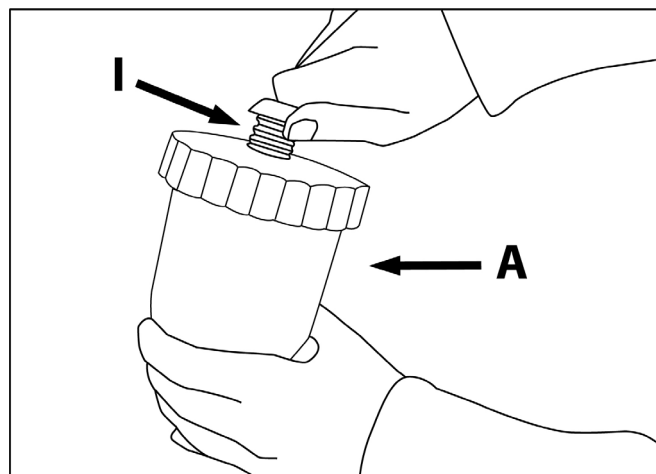

Рис.8
10. Перед началом окраски не забудьте снять с аэрационного отверстия **I** стакана **A** заглушку (рис. 8).